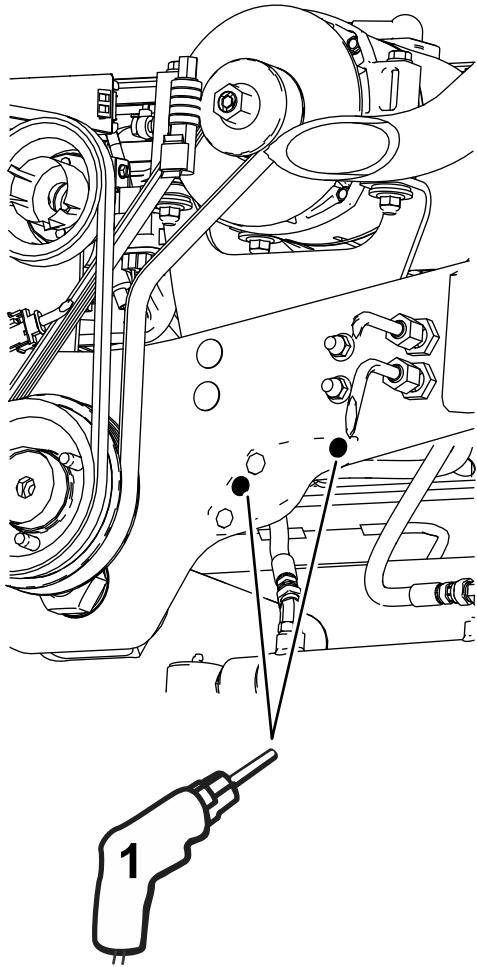

Bild 3
7. Bohren Sie zwei Löcher (9,5 mm) an den markierten Stellen (Bild 3).